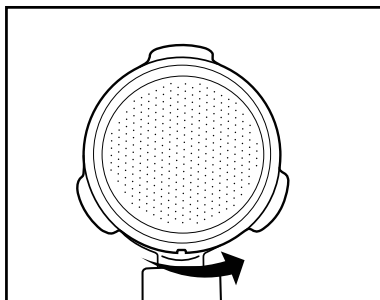

Fig. 2
- Tournez ensuite légèrement le grand filtre à espresso ⑮ ou le petit filtre à espresso ⑯ de manière à ce qu'il ne puisse plus tomber (voir figure 2).